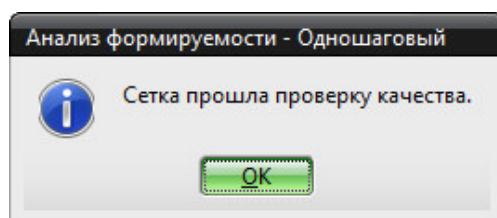

Рис. 5.32. Окно проверки
- если выведено окно **Сетка прошла проверку качества** (рис. 5.32), нажмите кнопку **ОК**, а потом **Вычисление**;